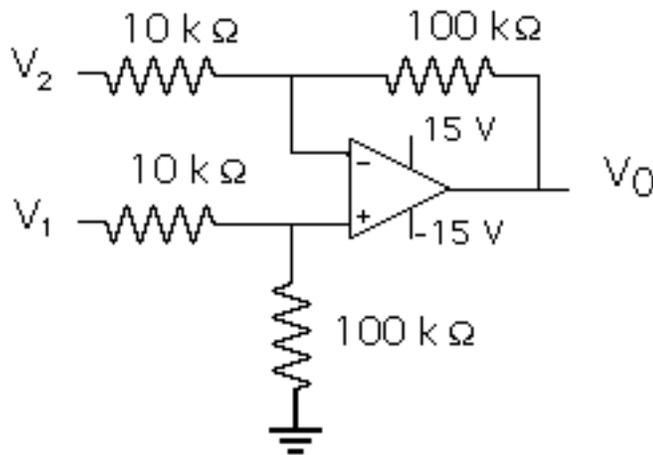

Figura 1.- Amplificador diferencial básico
6.- Para el circuito mostrado en la Figura 1 (Amplificador diferencial básico):
Monte el circuito de la Figura 1 y realice las siguientes mediciones: